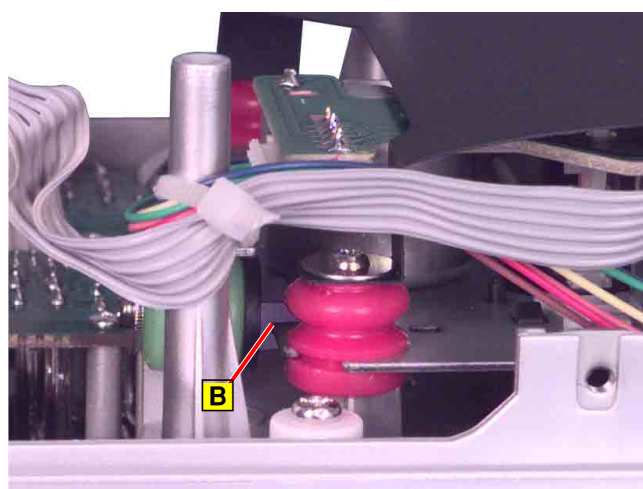

Fig. 18
Das Laufwerkchassis muss in die Führung **B** (Fig. 18) des grünen Gummidämpfers eingreifen.
- When reassembling pay attention to the different colors of the dampers! The mechanism chassis must engage with the guide **B** (Fig. 18) of the green damper.